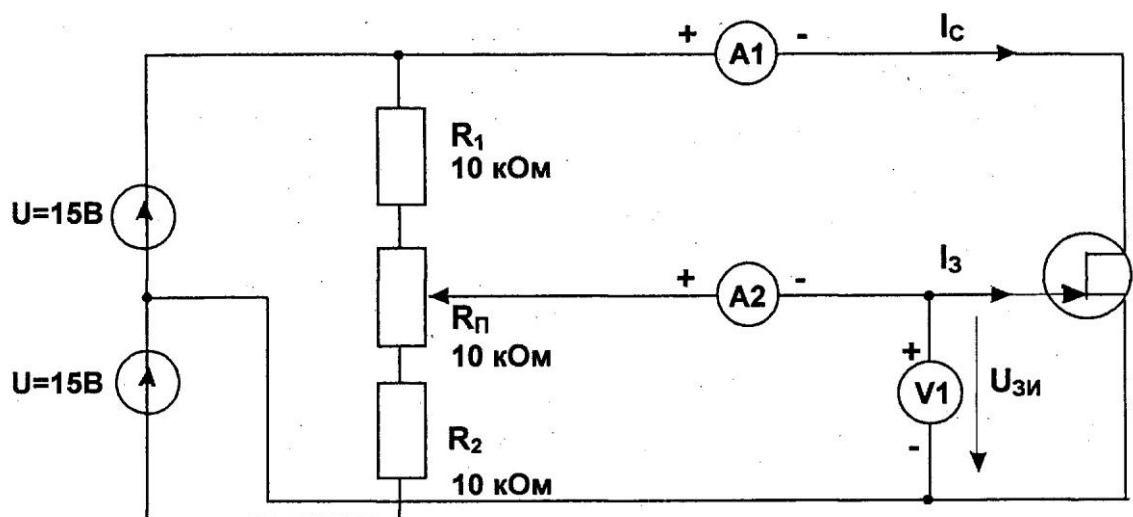

Рис. 6.3.1
- Соберите цепь согласно схеме (рис. 6.3.1) и установите поочередно значения напряжения затвор / исток $U_{зи}$, указанные в табл. 6.3.1. Измерьте мультиметрами соответствующие значения токов затвора $I_з$ и стока I_C и занесите их в табл. 6.3.1.